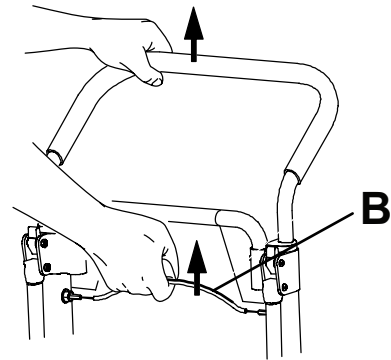

Figura 7 – Cavo di sblocco della maniglia di controllo superiore
3. Barelliere lato testa: Tirare il cavo di sblocco dell'impugnatura di comando superiore rossa (B) con una mano (Figura 7). Con l'altra mano tirare verso l'alto ed estendere completamente la maniglia. Rilasciare il cavo e accertarsi che la maniglia sia bloccata su entrambi i lati in posizione di completa estensione.